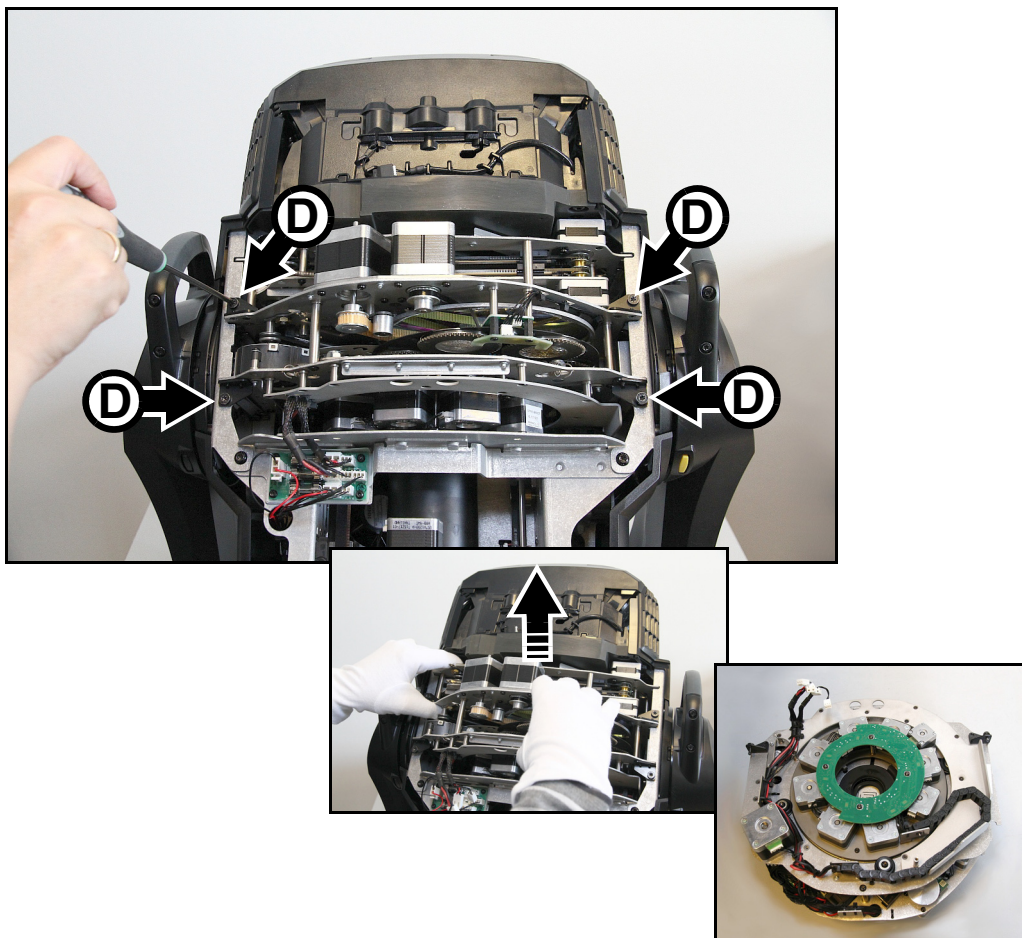

Figure 12: Démontage du multi-module
4. Voir Figure 12. Dévissez les 4 vis Torx 20 **D** (fléchées) pour libérer le multi-module, puis dégagez le multi-module de son emplacement dans la tête et placez-le sur une surface de travail comme illustré en Figure 12.